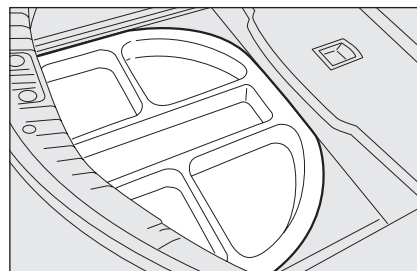

fig. 3
- ☐ enlever le préformé illustré sur la **fig. 3**;